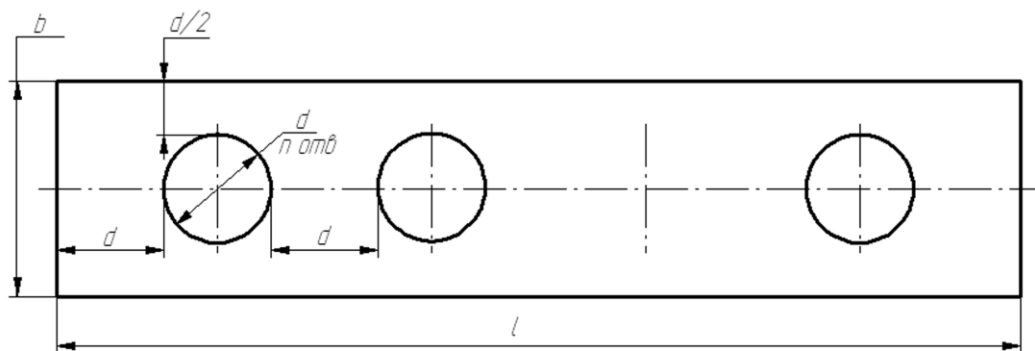

Рис. 1.1
Создать параметрическую модель полосы с отверстиями, изображенную на рис. 1.1.
Модель полосы должна содержать n отверстий диаметра d , равномерно расположенных по длине полосы; длина l и ширина полосы b зависят от количества отверстий и их диаметра (см. рис. 1.1).
- Создаем верхний горизонтальный отрезок, определяющий длину полосы. Его, как и отрезок вертикальной осевой линии, нужно строить по двум точкам. Первая (левая) точка имеет координаты $X = -3*d/2$; $Y = d$. Координаты левой точки отрезка легко можно определить из рис. 1.1.